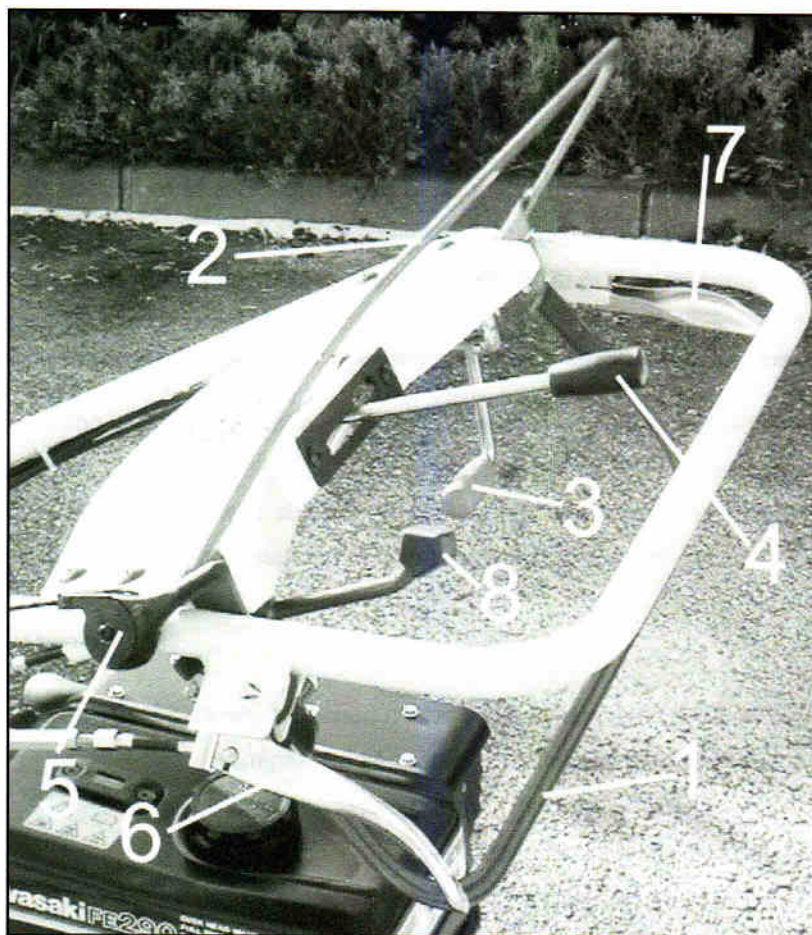

Figure 8
- Réglez la hauteur du mancheron selon votre morphologie (figure 8, repère 8).
- Embrayer le rotor. Pour cela appuyez et maintenez la poignée (figure 8, repère 2), puis tirez doucement la poignée d'embrayage du rotor (figure 8, repère 3).
- Ajustez la position du levier de vitesse (figure 8, repère 4) selon la densité et la hauteur des broussailles à couper.
- Actionnez la poignée d'avancement (figure 8, repère 1). Ajustez la position du levier de vitesse (figure 8, repère 4) selon la densité et la hauteur des broussailles à couper. Le débroussaillage débute.
- Ramenez le levier de vitesse sur neutre (N).
- Relâchez les poignées d'avancement (figure 8, repère 1) et d'embrayage de coupe en même temps (figure 8, repère 2). Le frein de parc est enclenché.
- Placez le levier d'accélération sur la position ralenti (figure 8, repère 5).